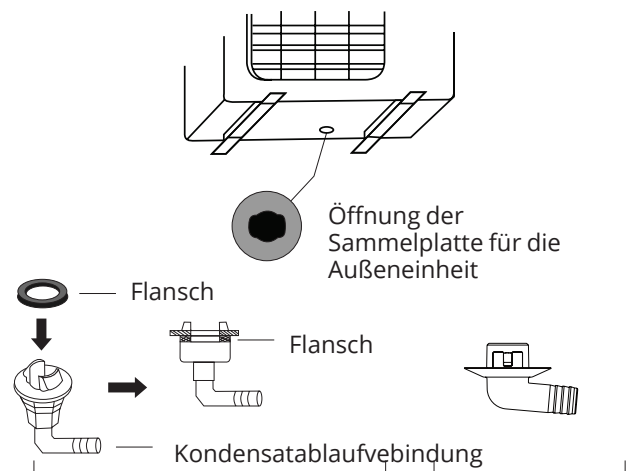

Abb. 5.12
Wenn das Abfluss-Verbindungsstück über einen Gummieinsatz verfügt (siehe Abb. 5.12-A), verfahren Sie wie folgt:
4. Verbinden Sie ein Abfluss-Verlängerungsrohr (nicht im Lieferumfang enthalten) mit dem Abfluss-Verbindungsstück, um das Wasser vom Gerät wegzuleiten, wenn dieses im Heizbetrieb betrieben wird. Wenn das Abfluss-Verbindungsstück nicht über einen Gummieinsatz verfügt (siehe Abb. 5.12 - B), verfahren Sie wie folgt: